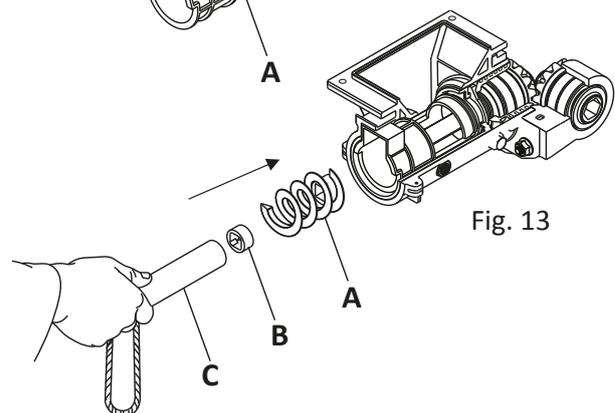

Fig. 13
**C-** Monte normalmente o Sem-Fim RF (A) Fig. 13, fixando com o Anel Trava (B), utilizando o Tubo Fixador (C).